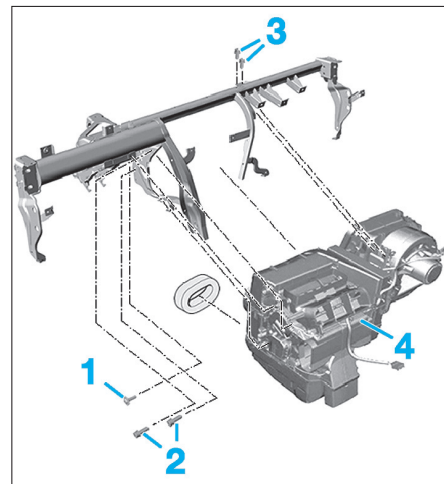

FIG. 9
- Déposer le bloc de chauffage (4) (Fig.9).